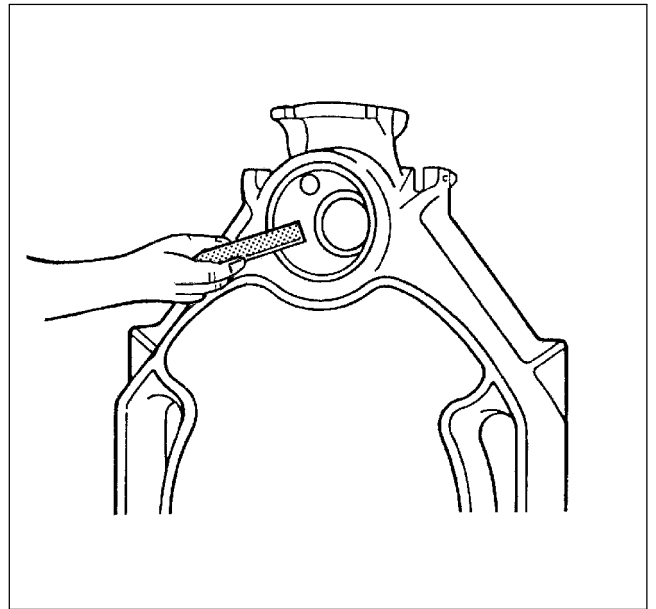

Abb. 7
- Den eventuell an den Naben vorhandenen Grat abfeilen (Abb. 7).